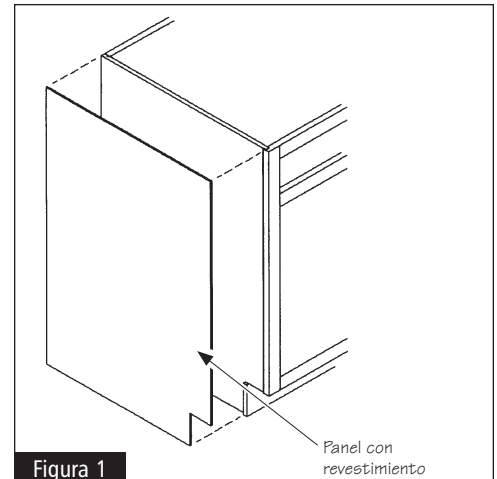

Figura 1
**1** Avance al paso #2 si desea fijar la puerta decorativa que combina a un panel lateral de 1,91 cm de grosor. Si su aplicación usa un panel con revestimiento, comience pegando el panel en el costado del gabinete. Se puede hacer con adhesivo de contacto o clavos de acabado de 1/2". Vea la figura 1. (Si fuera necesario, corte el panel antes de pegarlo completamente.)